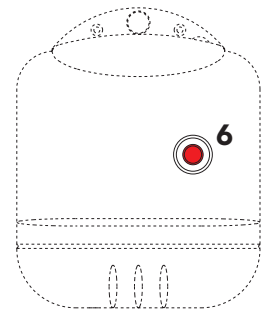

fig. 1
Voor korte periodes van stilstand volstaat het de schakelaar 5 (fig. 1) op het bedieningspaneel in de stand "0" te zetten. Voor langere periodes van stilstand, dient de schakelaar 5 te worden afgezet en de brandstofklep te worden gesloten. Voor lange periodes van stilstand in de winter is het bovendien nodig, om vorstschade te voorkomen, de installatie te voorzien van een anti-vriesproduct of volledig te ledigen.
- a De branderblok aangeduid door het controlelampje 6 (fig. 1). De handleiding van de brander raadplegen.